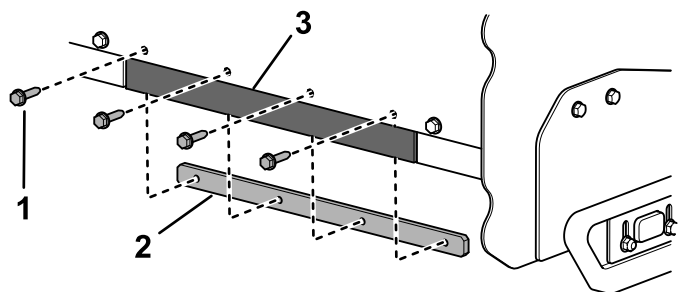

Figure 30
2. Écrou (2)
5. Vérifiez que les bords de déclenchement sont surélevés de 3 mm (1/8 po) et parallèles à une surface plane (Figure 30).